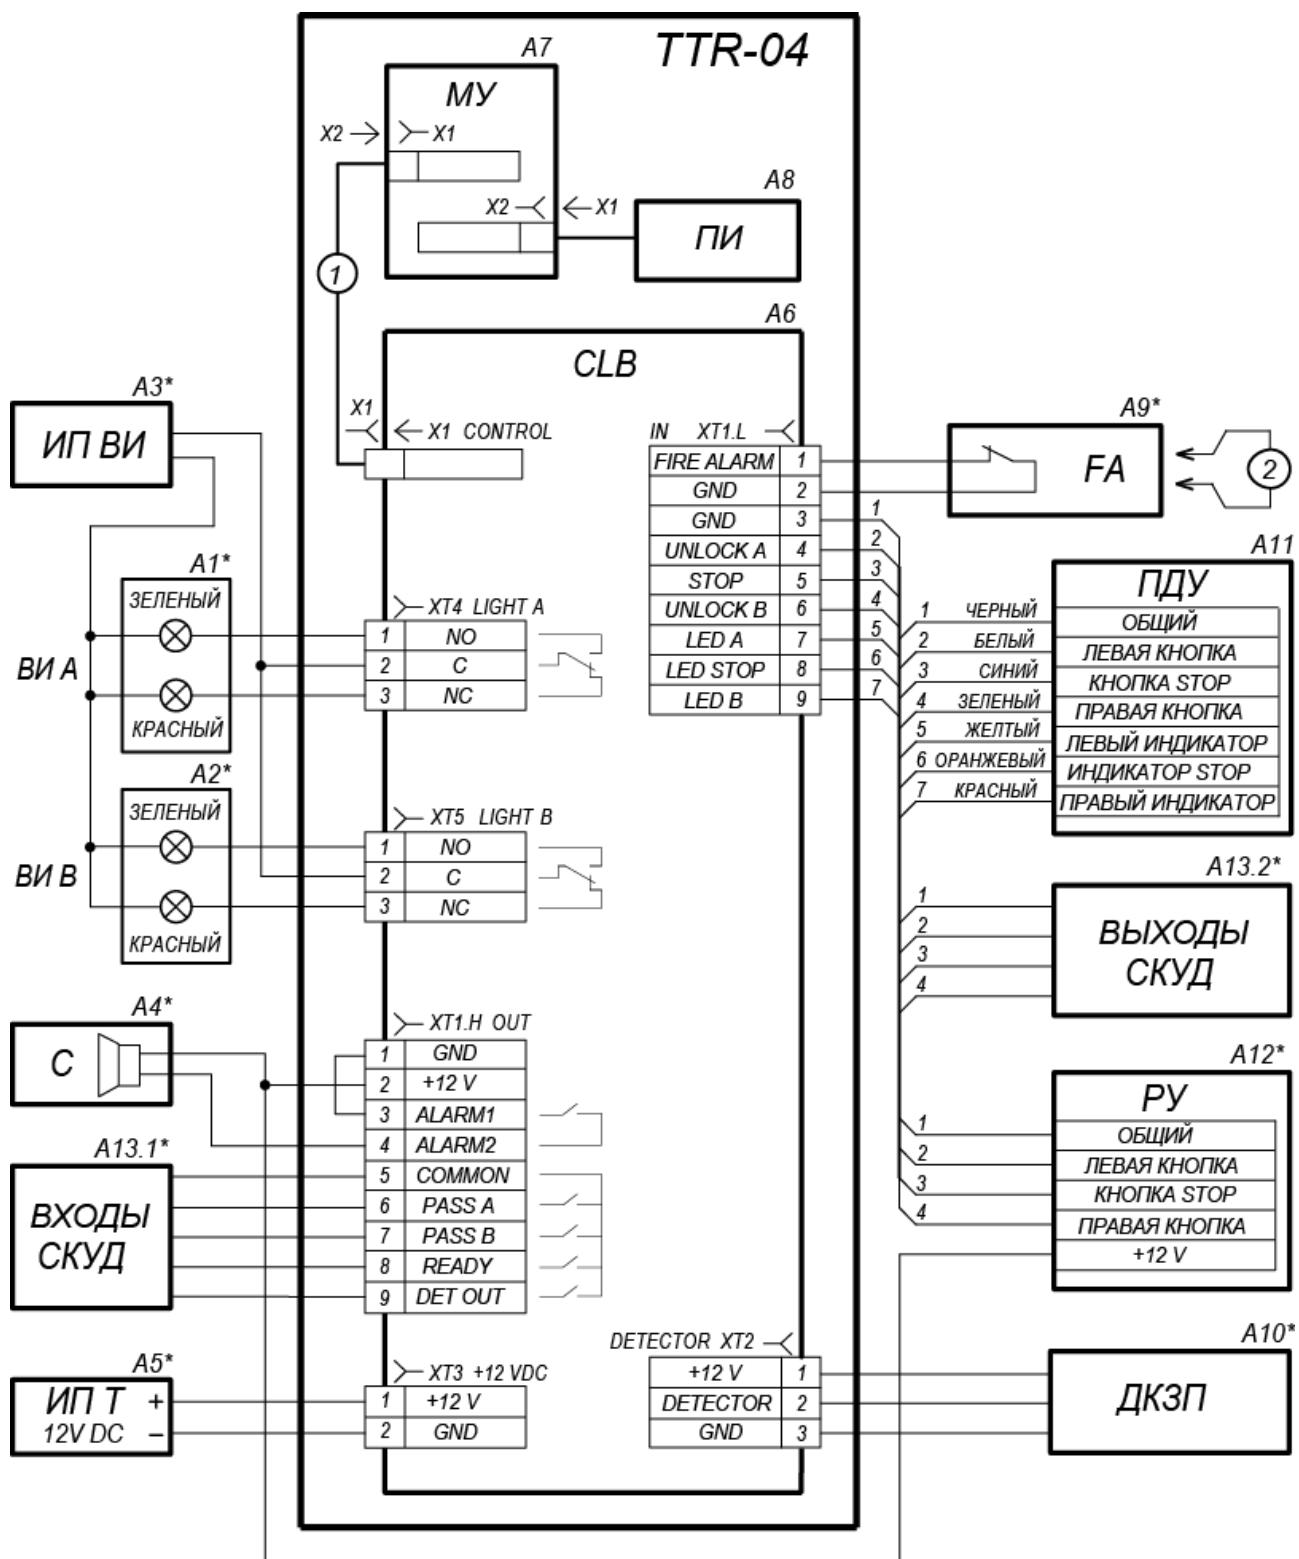

Рисунок 12. Схема электрических соединений турникета
Схема подключения турникета приведена на рис. 12. Расположение клеммных колодок на плате управления указано на рис. 5. Используемые при монтаже кабели указаны и их максимальная длина указаны в разд. 8.3. Рекомендации по подготовке установочной поверхности и организации зоны прохода приведены в разд. 8.1. При монтаже турникета придерживайтесь следующей последовательности действий:
**Таблица 2. Перечень элементов схемы электрических соединений (рис. 12)**